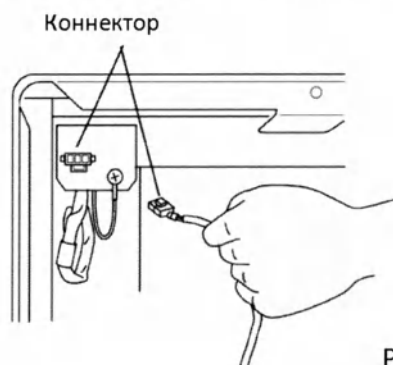

Рис. 3
3. Снимите крышку коннектора на холодильнике, надавив на замок под крышкой. Присоедините коннектор электропитания регистратора температуры к коннектору на холодильнике (Рис. 3).